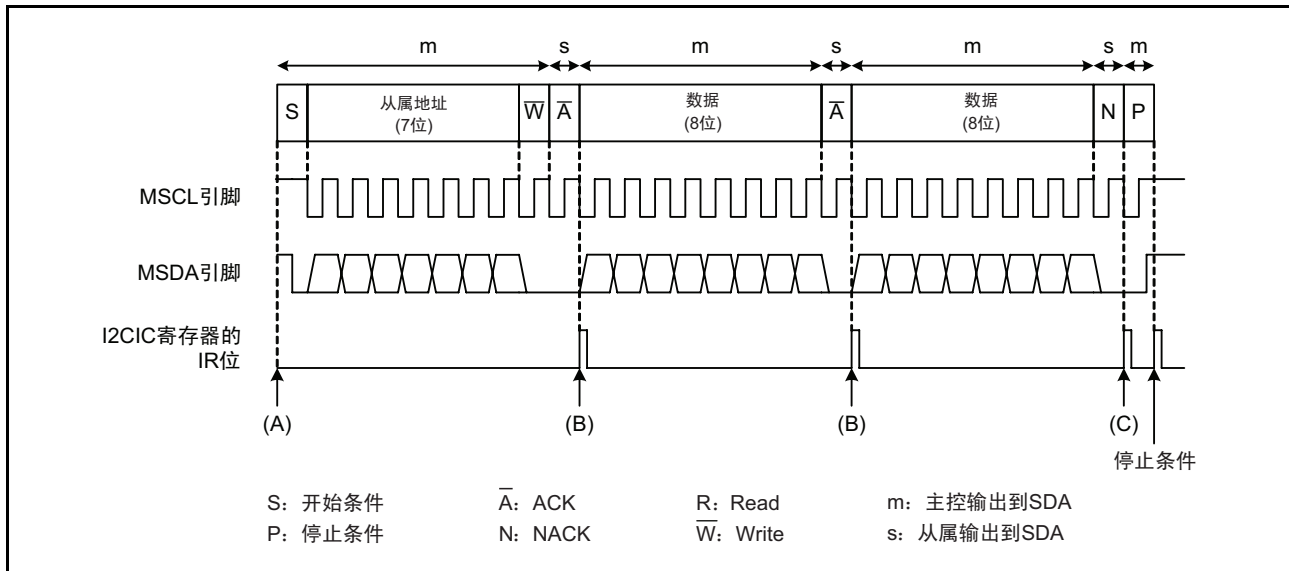

图 24.23 主控发送的运行例子
以下说明主控发送的步骤和运行。主控发送的运行例子如图 24.23 所示。下述的 (A) ~ (C) 分别表示图 24.23 中对应的执行步骤，其中的 (1) ~ (3) 表示由程序进行的指示，由 “→” 开始的行表示由单片机进行的自动处理。
除发送结束的情况外，在没有来自从属器件的 ACK 应答时 (如图 24.23 所示的 NACK 返回的情况)，也必须进行主控发送的结束处理。